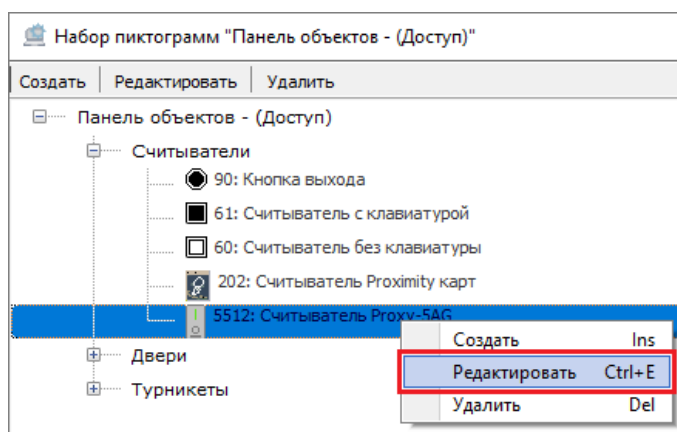

Рисунок 6-515 Переход к редактированию пользовательского вида пиктограмм
- 3) кликните по выбранному пользовательскому виду пиктограмм правой клавишей мыши и выберите в контекстном меню вида пиктограмм команду «Редактировать» (см. Рисунок 6-515) или выделите выбранный пользовательский вид пиктограмм и нажмите сочетание клавиш <Ctrl+E> на клавиатуре;